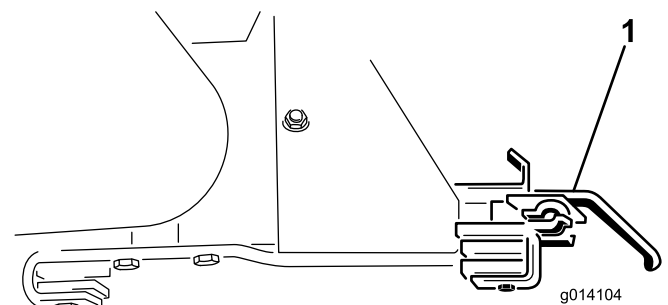

Bild 47
18. Entfernen Sie die zwei Optionsbefestigungshalterungen (Bild 47).